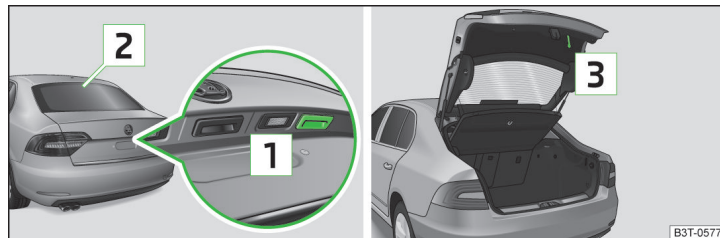

Fig. 38 Mânerul capotei portbagajului/capota mare a portbagajului deschisă
- Apăsați tasta din mânerul 1 » fig. 38 de pe marginea de jos a capotei portbagajului.
➤ Trageți capota în jos, de mâner, 3 » fig. 38 și închideți capota.